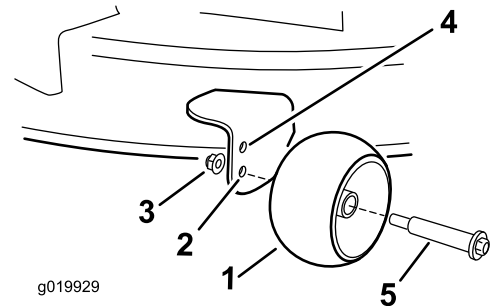

Figura 27
- Taladro superior – utilice esta posición cuando la carcasa de corte está en la posición de altura de corte de 63 mm (2½") o menos (Figura 27).
- Taladro inferior – utilice esta posición cuando la carcasa de corte está en la posición de altura de corte de 76 mm (3") o más (Figura 27).